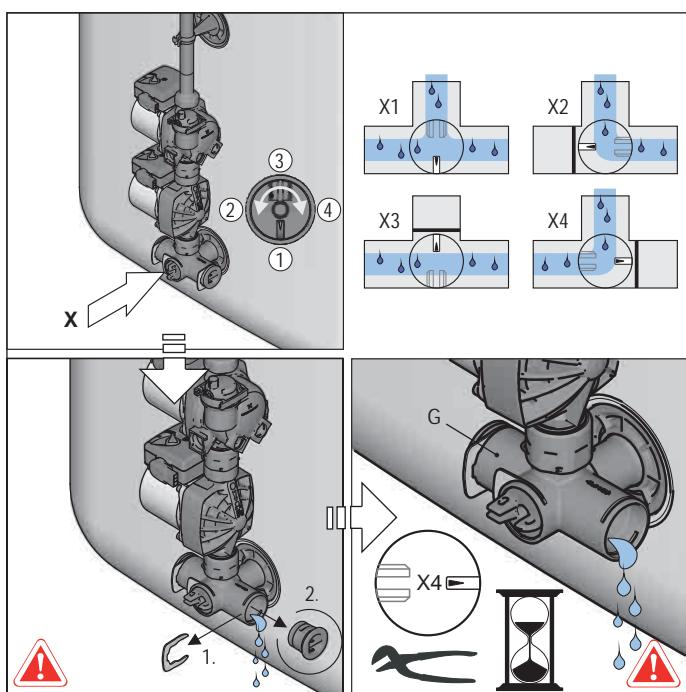

Bild 6-5 Ventileinsatz absperren, Blindstopfen vom Anschlusswinkel entfernen
- Ventileinsatz am Anschlusswinkel so einstellen, dass der Weg zum Blindstopfen abgesperrt ist (Bild 6-5).
- Blindstopfen vom Anschlusswinkel entfernen (Bild 6-5) und geeignete Auffangwanne unterstellen.
- Ventileinsatz am Anschlusswinkel so einstellen, dass der Weg zum Ablaufschlauch geöffnet wird (siehe auch Bild 6-5) und Wasserinhalt des Speicherbehälters ablassen.